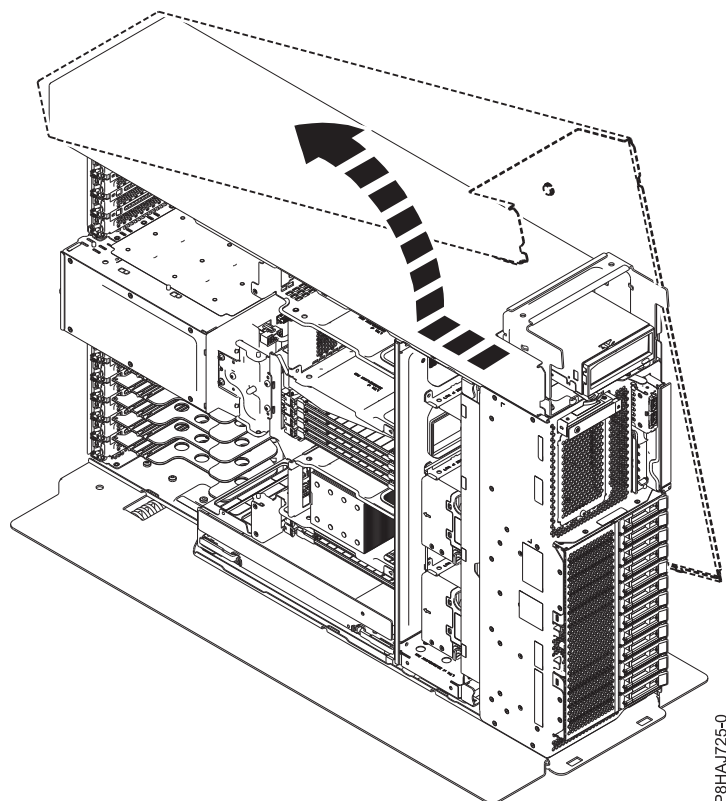

図 26. 8286-41A のサイド・カバーの取り外し
5. サイド・カバーを、図 26 に示されている方向へスライドさせて、システムから外します。